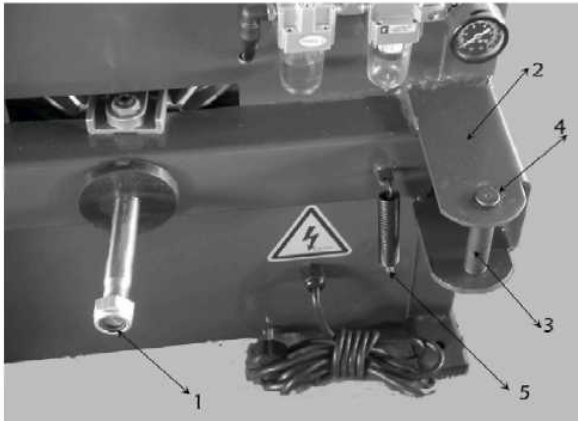

Рис. 8-11
Открутите зажимную гайку (1) с передней части штока поршня цилиндра, используемого при работе ножа отрыва борта шины. Снимите стопорное кольцо со штифта, фиксирующего нож отрыва борта шины. Снимите штифт (3) и установите пружину (5), как показано на рис. 8-11.